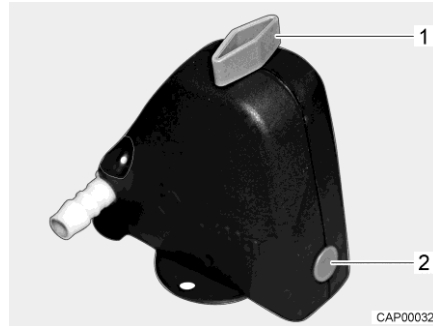
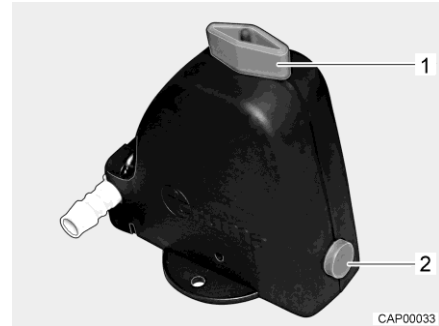

Fig. 98 Válvula de seguridad/purga cerrada
Fig. 99 Válvula de seguridad/purga abierta
- Abrir la válvula de seguridad/purga (Fig. 98). Para ello, girar el botón giratorio (Fig. 98,1) a la posición longitudinal en referencia a la válvula de seguridad/purga. El botón (Fig. 98,2) salta hacia fuera. La válvula de seguridad/purga abierta se muestra en Fig. 99.